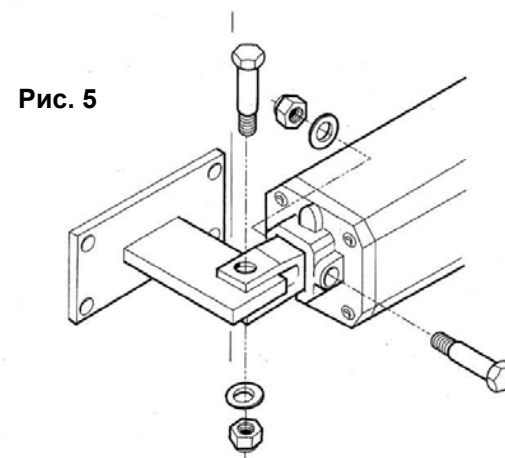

Рис. 5
2. Закрепите привод на заднем монтажном кронштейне (Рис. 5)